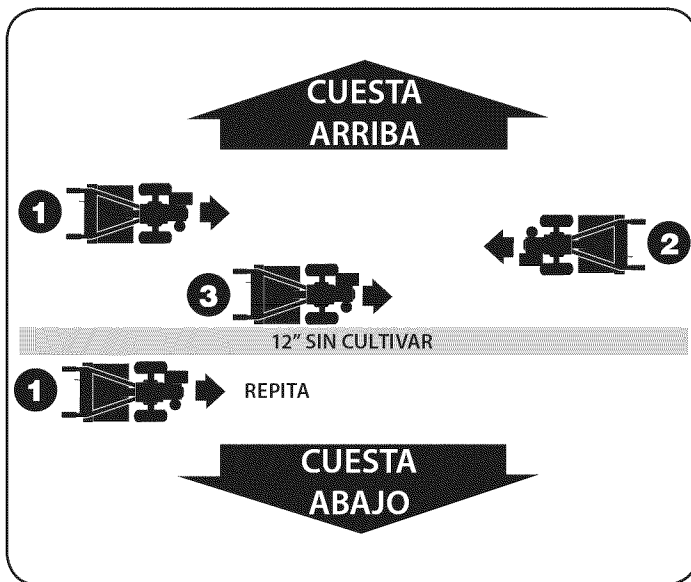

Figura 20
1. Para crear una terraza, comience en la cima de la pendiente y trabaje hacia abajo. Recorra la primera hilera hacia atrás y hacia adelante. Vea la Figura 20.